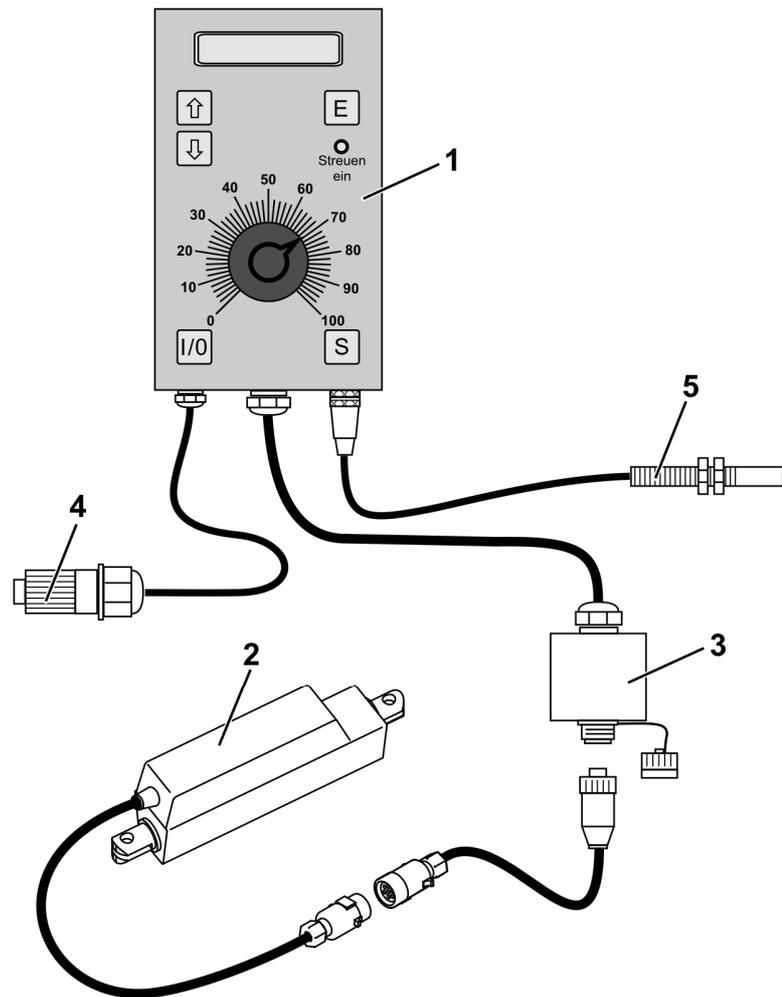

Fig. 6
- o Bordrechner mit der Halterung (Fig. 6/1)
- o Stellmotor (Fig. 6/2)
- o Motor-Anschlusskasten (Fig. 6/3)
3. Stromversorgung an 12V Traktor-Steckdose anschließen (Fig. 6/4).
4. Sensor / Signalkabel anschließen (Fig. 6/5)